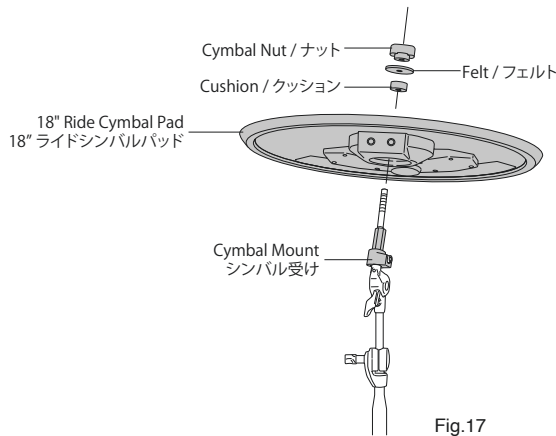

Fig.17
4. Place the 18" Ride Cymbal Pad onto the Cymbal Mount. Install the Cushion, Felt and Cymbal Nut as shown (Fig.17).
シンバル受けが付いたティルターを 18" ライドシンバルパッドの穴に通し、クッション、フェルト、ナットの順番に取付けます (Fig.17)。